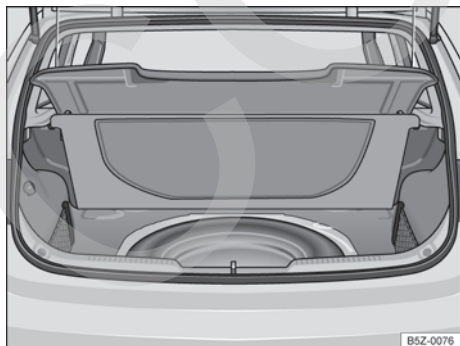

Fig. 133 En el maletero, debajo de la moqueta: rueda de emergencia y herramientas de a bordo.
Las herramientas de a bordo y la rueda de emergencia están ubicadas en el maletero, debajo de la moqueta → fig. 133.
- Levantar el revestimiento del maletero → fig. 133.